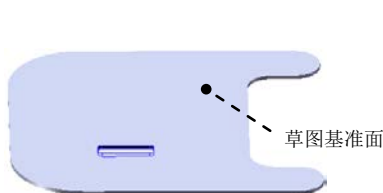

图 12.3.19 切除—拉伸 1
Step6. 创建图 12.3.19 所示的切除—拉伸 1。
(1) 选择命令。选择下拉菜单 **插入(I)** → **切除(C)** → **拉伸(E)...** 命令。
(2) 定义特征的横断面草图。
① 定义草图基准面。选取图 12.3.19 所示的表面作为草图基准面。